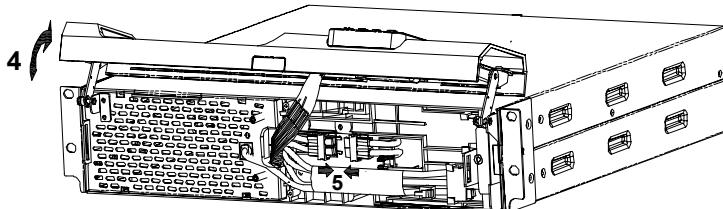

Рис. 14. Подсоединение внутренней батареи
2. Затем возьмитесь за заднюю часть лицевой панели справа и слева и выдвиньте ИБП прибл. на 70 мм из стойки (2), чтобы стал виден серебристый стикер с мерами предосторожности, находящийся на верхней части ИБП.
3. Теперь сдвиньте лицевую панель на несколько миллиметров влево (3). Фиксатор освободится.
4. После этого можно будет повернуть лицевую панель вверх (4). Соблюдайте осторожность, чтобы не разрезать гибкий плоский кабель ЖК-дисплея! Не прилагайте чрезмерного усилия.
5. Затем подсоедините внутреннюю батарейную систему, соединив вместе два разъема батареи (каждый состоит из красного и черного коннекторов): красный с красным, черный с черным (также см. рис. 14 ниже).